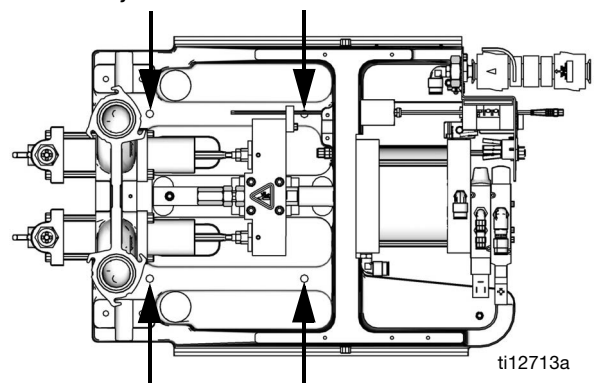

FIG. 4: Orificios de montaje
3. Quite los tornillos de fijación del blindaje(110) en ambos lados, luego retire el blindaje protector.
4. Fije el bastidor en la ubicación seleccionada instalando sujetadores (no suministrados con la unidad) a través de los cuatro agujeros de montaje. Consulte la FIG. 4.